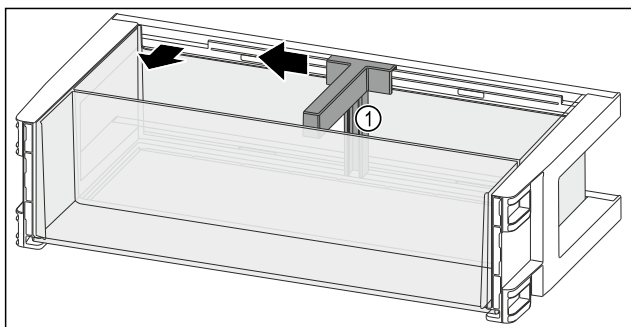

Fig. 140
- Pousser le range-bouteilles *Fig. 140 (1)* sur le côté jusqu'à l'évidement.
- Retirer le range-bouteilles *Fig. 140 (1)*.